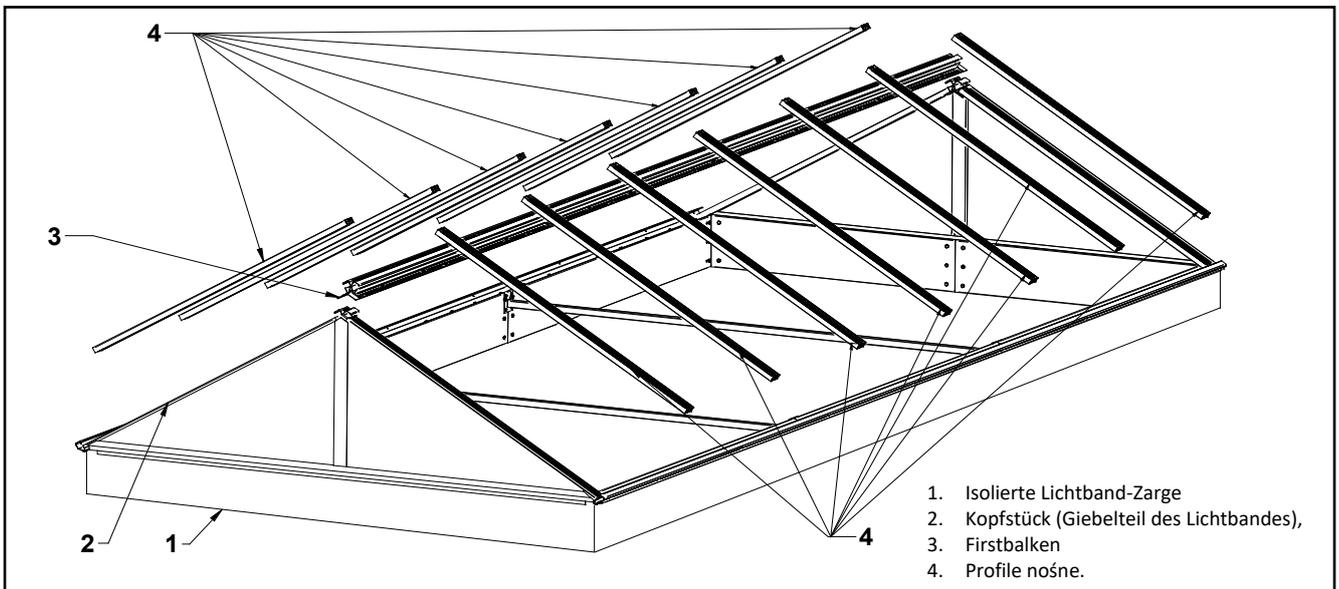

Abb. 71 Montage der Tragprofile und des Firstprofils (Schritt 1)
- Ordne die Tragprofile und den vorgefertigten Firstbalken (zwei Basisprofile sind durch ein Winkelprofil verbunden) gemäß der beigefügten Dokumentation an. Die Mitte der Tragprofile muss mit der Achse der Löcher in den Basis-Profilen übereinstimmen, um die Spannschrauben anzubringen (verwechsle diese Löcher nicht mit den Entwässerungs-Bohrungen in den Basis-Profilen), gemäß beiliegender Zeichnung (Abb. 71 Montage der Tragprofile und des Firstprofils (Schritt 1)).